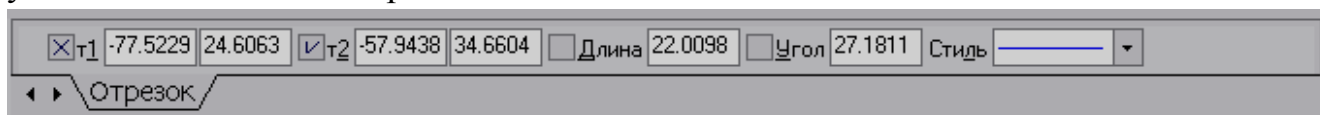

Рисунок 1.5 - Вид активированной строки параметров объектов при построении отрезка
**Строка параметров объектов.** Является важнейшим элементом интерфейса *Компас-3D*, она автоматически появляется на экране только после вызова какой-либо команды из **панели инструментов** или в режиме редактирования объектов. По умолчанию она располагается сразу под рабочим полем (рисунок 1.5).